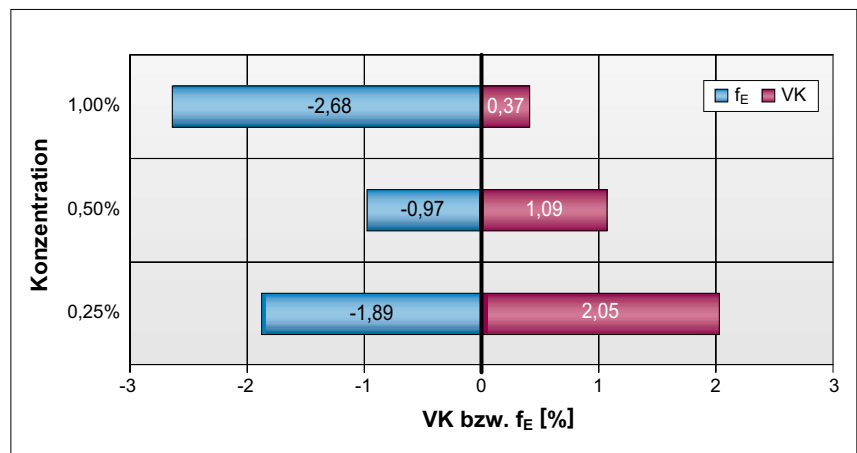

Bild 4:
Die prozentuale Abweichung (f_E) sowie die Schwankungsbreite der Einzelmessungen (VK) gestaltete sich bei den Schlauchpumpen wie in Bild 4 dargestellt.